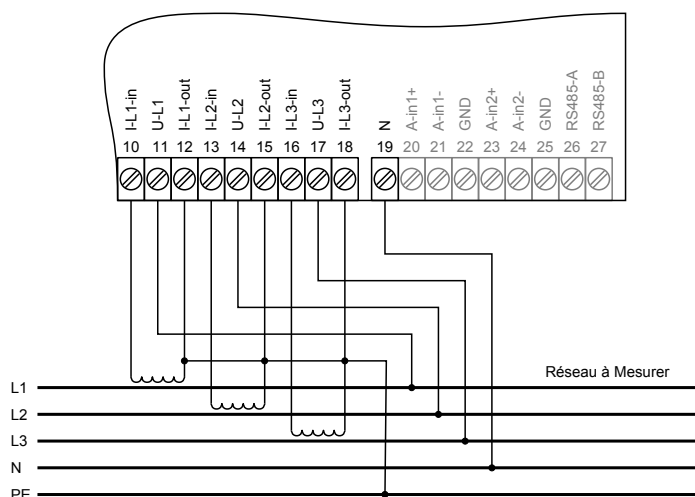

FIGURE 3.4: Raccordement de la Mesure de Puissance
Les raccordements sur l'appareil sont présentés dans la Figure 3.4. Pour des raisons de sécurité, le secondaire des transformateurs de courant doit impérativement être raccordé à la terre de protection (PE). L'appareil étant capable de mesurer l'énergie consommée tout autant que l'énergie produite, la polarité des transformateurs de courant devra être scrupuleusement respectée.